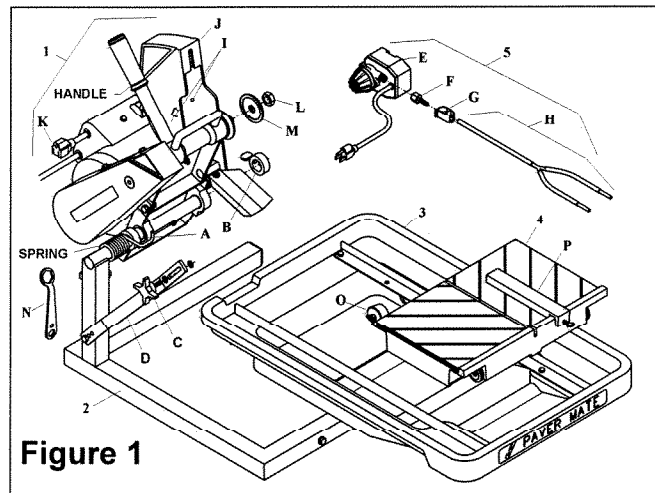

Figure 1
- * Mettre la scie en place comme décrit ci-dessus et effectuer un chariotage d'avant en arrière du bac. Si le disque touche l'un des côtés de la fente, le réglage de l'emplacement de la tête de coupe doit être effectué. (Voir Figure 1)